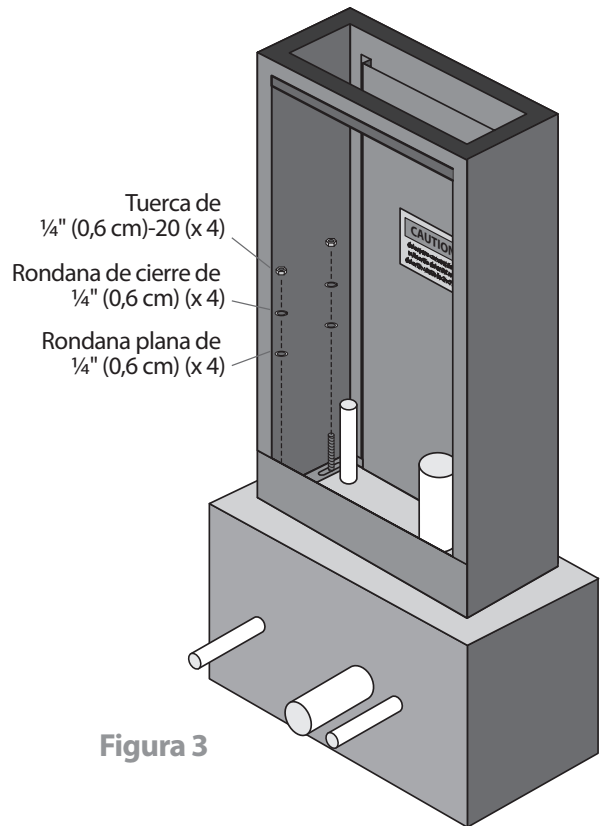

Figura 3
- Utilizando las rondanas y las tuercas incluidas, monte el pedestal por encima de los cuatro pernos de anclaje y ajuste las cuatro tuercas en forma segura (Figura 3). Asegúrese de que el pedestal esté alineado adecuadamente en forma vertical; ajuste con espaciadores de secoya o madera tratada de ser necesario.